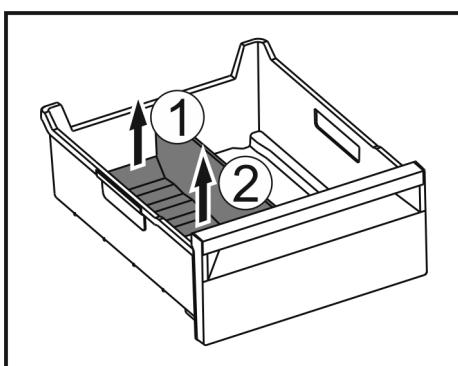

Fig. 173
- Zdvíhnite zadnú časť oddelovača zásuvky na ľad. Fig. 173 (1)
- Odoberte oddelovač zásuvky na ľad nahor. Fig. 173 (2)